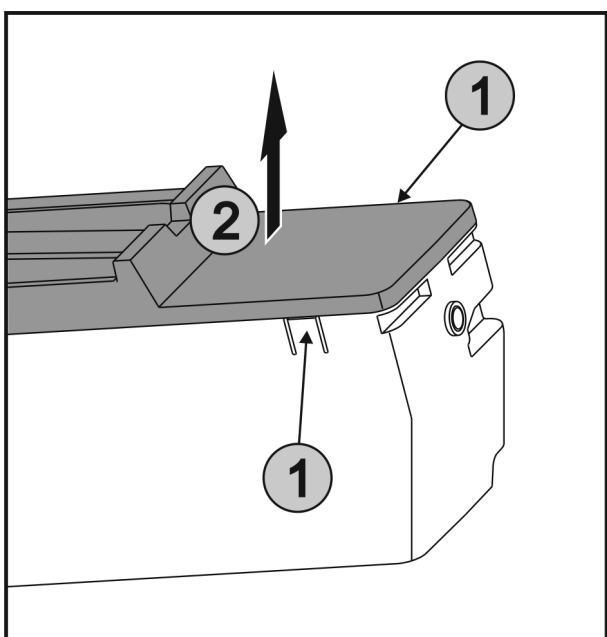

Fig. 57
- ▶ Trykk på bøylen Fig. 57 (1) på begge sider av von EasyTwist-Ice samtidig, og ta dekselet Fig. 57 (2) opp og ut.